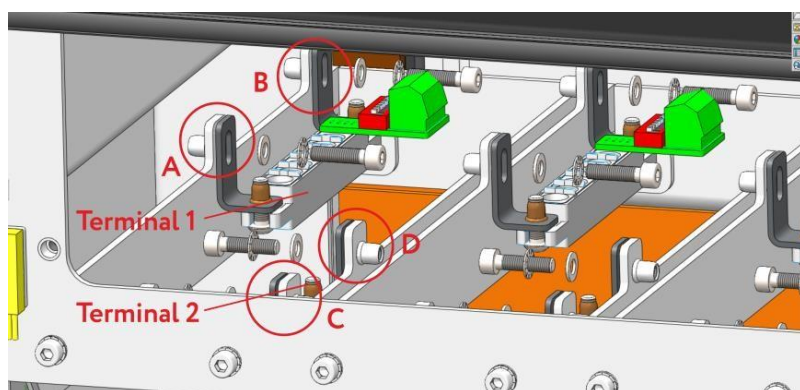

Рисунок 5.18. Подключение модулей
10. снимите крепления в местах А, В, С, D. Установите модуль в ячейку согласно маркировке и подключите к модулю клеммы 1 и 2 (рис. 5.18).